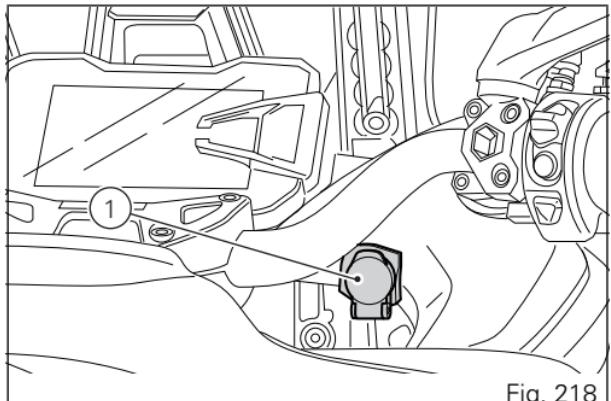

Fig. 218
- toma de corriente (1, Fig. 218);